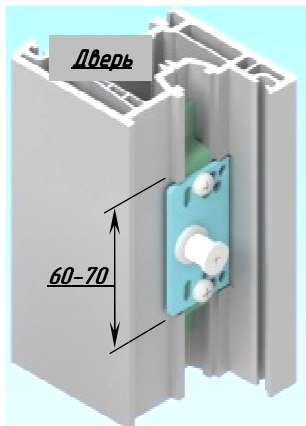

Рис.8
7. Снять ригель и с помощью ножа или стамески снять заподлицо выступ в профиле на ширину 60-70 мм (см. рис.8).